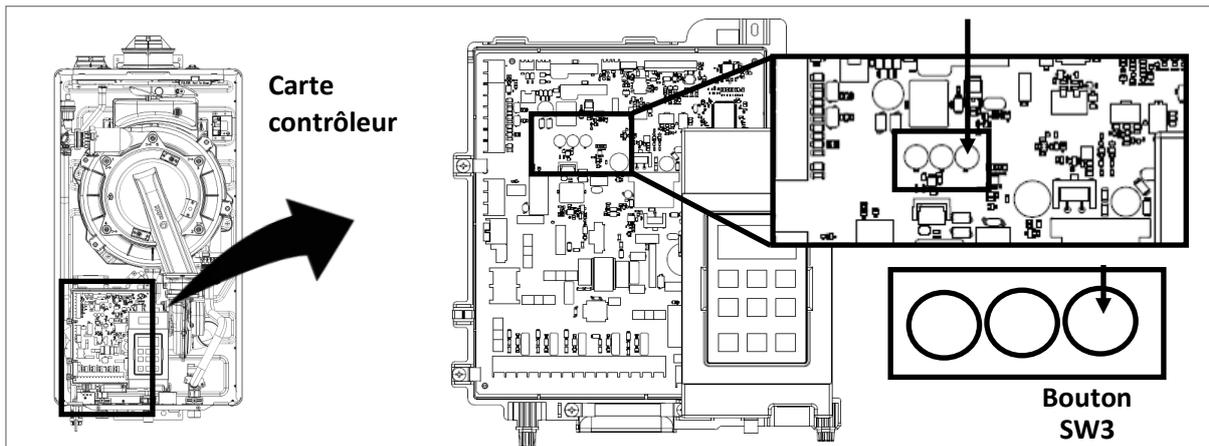
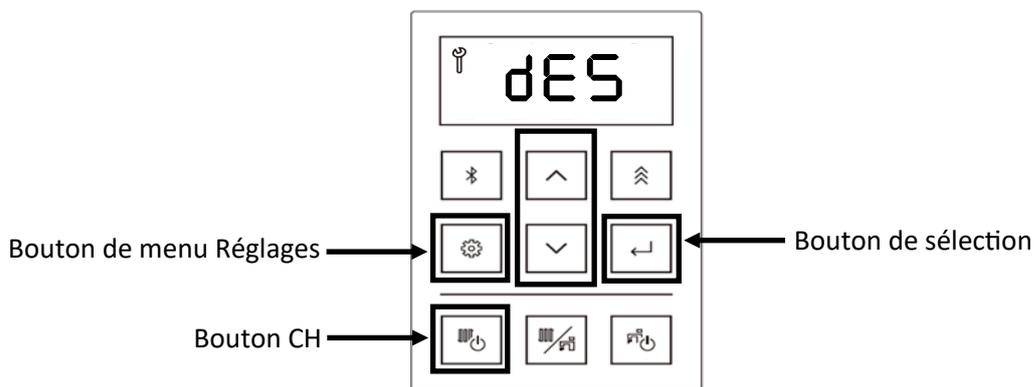

Figure 133
Figure 134
4. Appuyer sur le bouton SW3 de la carte contrôleur (figure 133).
5. Appuyer sur la touche fléchée haut ou bas du contrôleur pour sélectionner dES (détartrage) (figure 134).
6. Appuyer sur la touche de sélection pour sélectionner dES (figure 134).
7. S'assurer que les vannes et les tuyaux sont placés comme indiqué en page précédente. Ensuite, actionner la pompe et laisser le produit de nettoyage circuler dans la chaudière pendant au moins une (1) heure à un débit de 4 gallons/minute (15 litres par minute).
8. Appuyer sur la touche CH (chauffage central) pour démarrer le compte à rebours (figure 134).
Remarque: Si vous devez annuler cette procédure, vous pouvez appuyer sur le bouton Menu Paramètres du contrôleur (figure 134), ou sur le bouton SW3 de la carte contrôleur (figure 133).